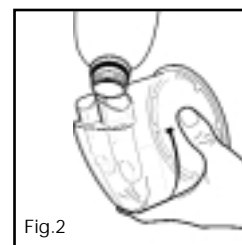

Fig.2
5. Remplir la chambre jusqu'à la ligne de remplissage avec de l'eau distillée (Fig. 2).